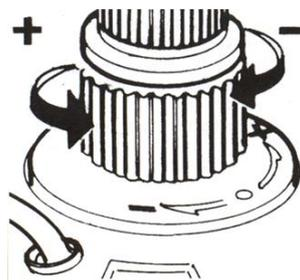

Рис.2
- Установите насос в воде, размотайте провод и расположите его таким образом, чтобы его нельзя было повредить. Включите насос. Водораспыляющая головка должна постоянно находиться выше уровня воды (см. рис.1). Параметры водяной струи можно изменить при помощи регулирующего крана на насосе (см. рис.2).